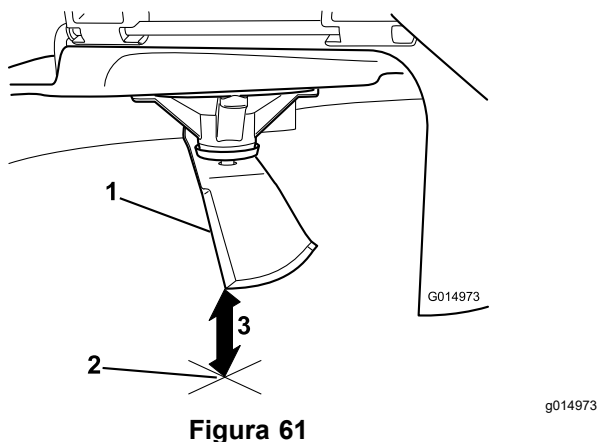

Figura 61
5. Meça da ponta da lâmina até à superfície plana (Figura 61).